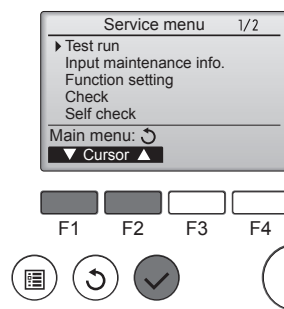

Fig. 7-1
- ① Dans le Menu SAV, sélectionnez "Test run" (Test fonctions) puis appuyez sur la touche [CHOIX]. (Fig. 7-1)